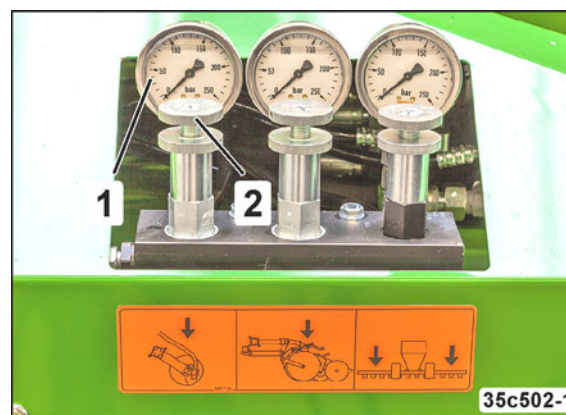

Fig. 111
- ventilerne (Fig. 111/2) eller
- på manometeret (Fig. 111/1)
Det på manometeret (Fig. 111/1) viste tryk ændrer sig indtil blæseren (adskillesestrømlen) kører med konstant omdrejningstal.